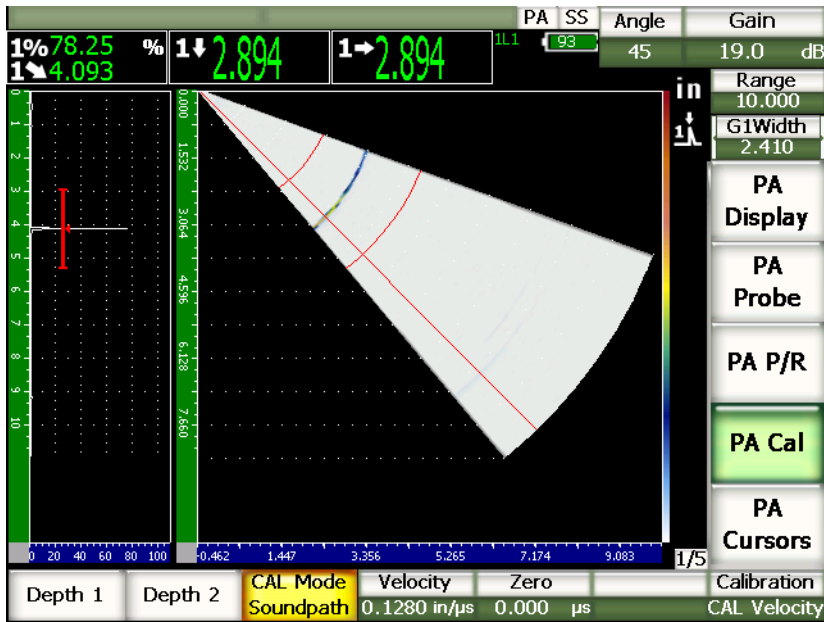

Figure 17-13 Signal d'étalonnage dans la porte
8. Réglez le gain de sorte que l'amplitude de l'écho atteigne environ 80 %. Une lecture de mesure d'épaisseur s'affiche en gros caractères tel que montré dans la Figure 17-13 à la page 300.